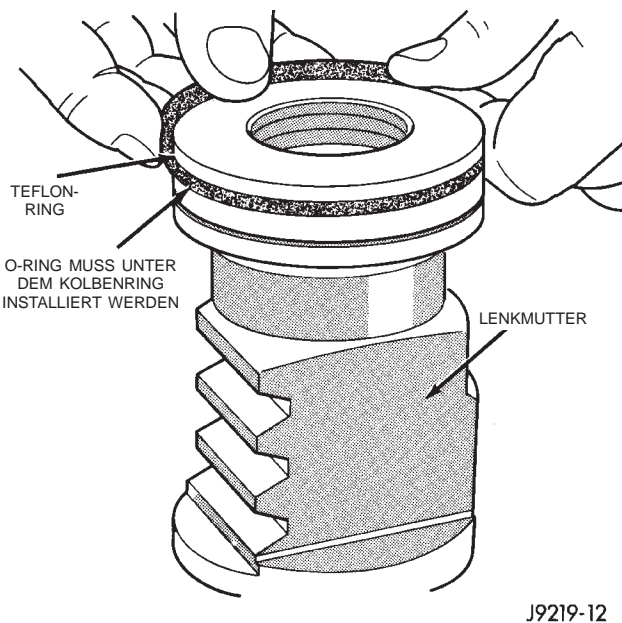

Abb. 20 Dichtringe der Lenkmutter
(11) Teflonring und O-Ring ausbauen (Abb. 20).
(12) Kontermutter und Einstellstopfen von der Welle abbauen.
(13) Eingangswelle mit Drehschieberventil und Drucklagereinheit aus dem Gehäuse ausbauen.